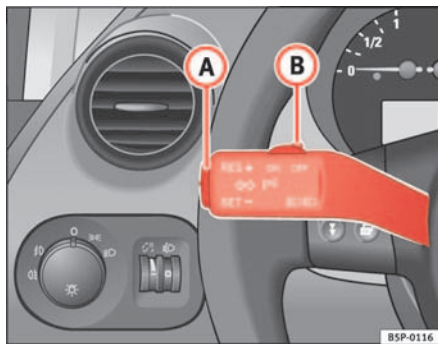

Fig. 140 Alavanca dos indicadores de direcção e máximos: interruptor e botão basculante para o regulador de velocidade
- Empurrar o comando ⇒ fig. 140 **B** para a esquerda até à posição **ON**.